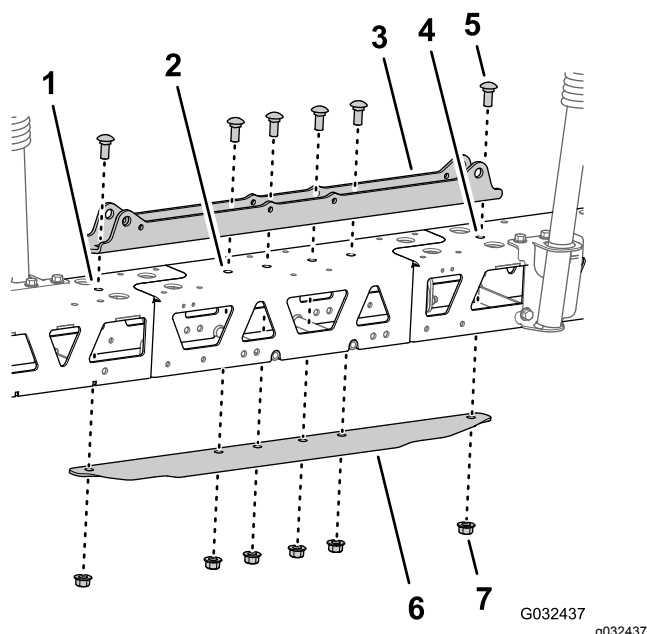

Figura 53
5. Allineate i fori sul supporto del cilindro con i fori sulla linea centrale del telaio della trave e l'estensione della barra centrale (Figura 53).
6. Inserite la piastra di ancoraggio sul telaio della trave e l'estensione della barra centrale e allineate i fori sulla piastra di ancoraggio con i fori sulla linea centrale del telaio delle travi e dell'estensione della barra (Figura 53).
7. Montate il supporto del cilindro, le travi, l'estensione della barra centrale e la piastra di ancoraggio con i 2 bulloni a testa tonda ($\frac{1}{2}$ x $1\frac{1}{4}$ ") e i 2 dadi di bloccaggio flangiati ($\frac{1}{2}$ ") che avete rimosso al passaggio 2 di Separazione delle travi della sezione di irrorazione centrale \(pagina 26\) e i 4 bulloni a testa tonda ($\frac{1}{2}$ x $1\frac{1}{4}$ ") e i 4 dadi di bloccaggio flangiati ($\frac{1}{2}$ ") del kit di finitura dell'impianto di irrorazione GeoLink (Figura 53).